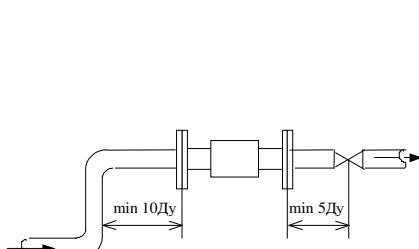

Рисунок 4
- гидравлические сопротивления, искажающие поток (насосы, вентили, задвижки, колена и т.п.) должны устанавливаться на расстоянии не менее  $10 D_u$  до ППР и  $5 D_u$  после ППР (см. рисунок 4). Допускается установка и эксплуатация полнопроходных шаровых кранов на расстоянии  $5 D_u$  до ППР и  $3 D_u$  после при полностью открытом положении крана исключающем во время эксплуатации его неполное открытие.